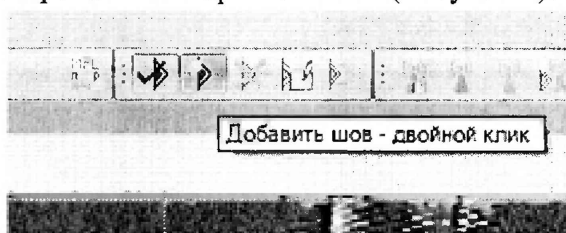

Рисунок 4 – Режим редактирования «сварных швов»
8.3.10 Для установки маркеров «сварных швов» необходимо включить режим редактирования «сварных швов» (Рисунок 4).